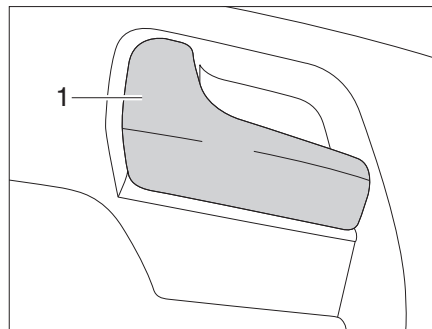

Fig. 44 Serratura della porta conducente, lato interno
- Tirare la maniglia (Fig. 44,1). La serratura della porta si sblocca.